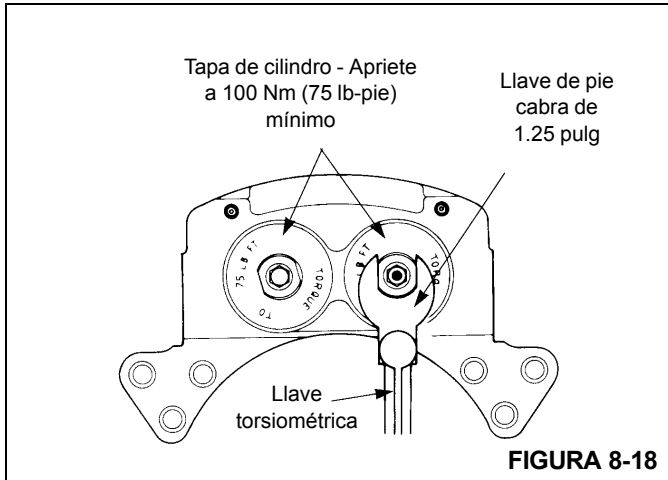

FIGURA 8-18
2. Instale un anillo "O" nuevo y un anillo de respaldo nuevo en la ranura que está en la parte central de la cavidad. El anillo "O" se instala hacia el extremo exterior de la cavidad. El anillo de respaldo se instala hacia el extremo de los forros de la cavidad. Consulte la (Figura 8-18).
6. Instale las tapas de cilindro en la caja de las pinzas. Apriete las tapas de cilindro a un par de apriete mínimo de 102 Nm (75 lb-pie) según se ilustra (Figura 8-18).